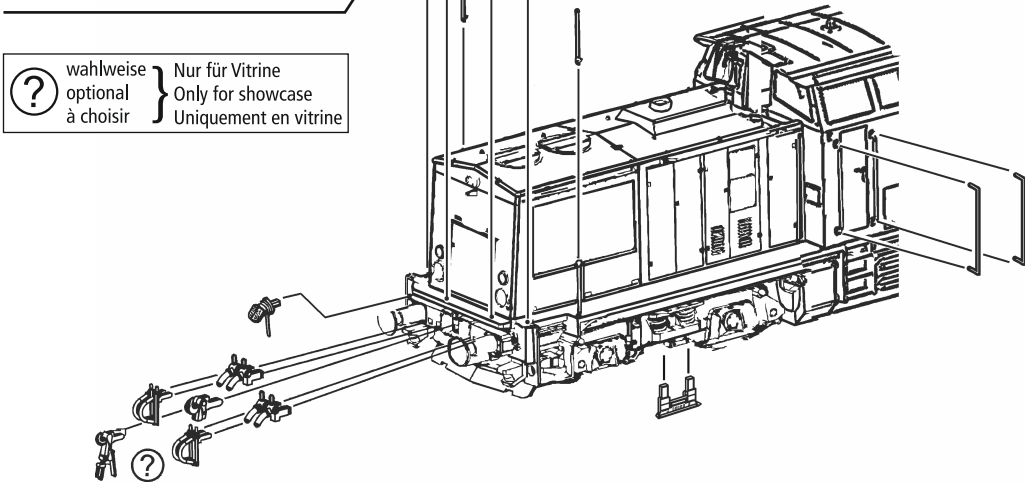

Fig. 2
**Aufrüstung:** Im beigelegten Zurüstbeutel finden Sie kleine vorbildgetreue Steckteile für eine erweiterte Aufrüstung Ihres Modells (Fig.2), die Sie bitte vorsichtig montieren.
Le sachet joint comprend entre autres des petites pièces de finition conformes à la réalité et à **rapporter avec précaution** par le modéliste (fig. 2), si désiré. **Attention:** N'utilisez de la colle qu'aux endroits expressément indiqués aux dessins!
**Attention!** Use glue only if indicated (fig. 2).